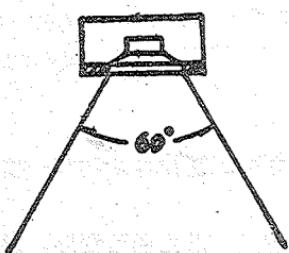

图10 高音扬
5. 对于组合式音箱，应把高音扬声器安装在低音扬声器的上方。高音扬声器与低音扬声器相距不要太远，否则，会产生高音与低音分离的感觉。同时高音扬声器的高度应与聆听者坐听时的耳朵一样高，大约为1.1米，并且音箱所摆位置应置听者于高音扬声器的60°水平角的范围内，这样收听的效果最佳，如图10所示。